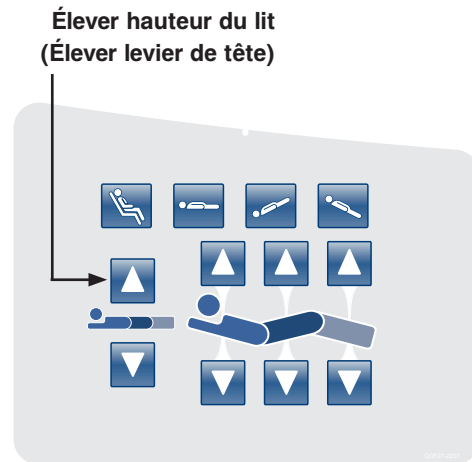

Figure 17 : Panneau de contrôle de côté de lit de tête - (Côté droit illustré)
17. Placez le lit à un angle de -12° en *Reverse Trendelenburg* en appuyant sur le bouton «Élever hauteur du lit (Élever levier de tête)» tel qu'illustré à la Figure 17 ci-dessous. À l'aide de l'inclinomètre utilisé précédemment sur le bas du châssis de sommier à l'étape 9, vérifiez que l'angle est bien de -12° +/- 0.1°.